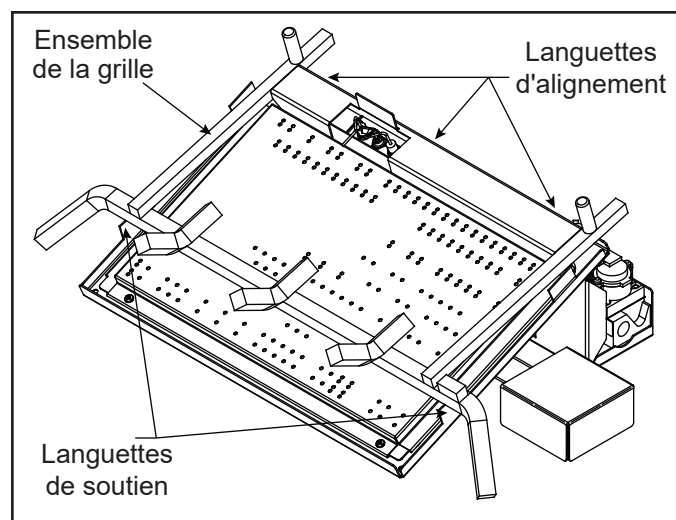

Figure 8.2 Disposition de la grille
2. La barre de grille avant doit reposer sur les deux languettes de soutien situées sur le côté de l'ensemble de base du brûleur. Cela permettra de positionner la grille d'avant en arrière, et d'un côté à l'autre. Voir la figure 8.2.